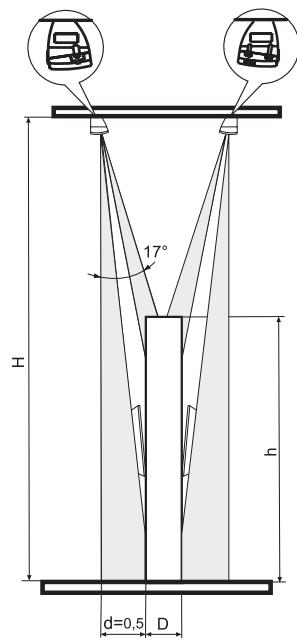
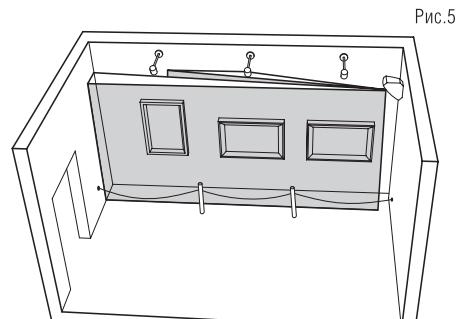

Рис.3
Рис.5
Для дневной охраны картин используются плоскости основания для крепления на потолок – верхняя (Рис.3) или боковые (Рис.5).
- учитывать, что зона обнаружения по цели «человек» превышает зону обнаружения цели «рука человека», поэтому для исключения ложных тревог использовать естественные или искусственные ограждения желаемой зоны обнаружения (Рис. 5).
При размещении ИС на стене, перпендикулярной охраняемой (Рис.5), высота установки может быть ниже 3 м и определяться высотой охраняемого предмета.
Для сужения зоны обнаружения в плоскости обнаружения (в горизонтальной плоскости) ИС устанавливается вертикальной стенкой основания не к плоскости картины, а разворачивается на 180° (см. Рис.3 и 5).
Если картина вывешена не на стене, а на ограниченной по высоте тумбе (см. рис.3), установленной внутри зала, то необходимо выполнение требований Таблицы 1, что соответствует соотношению $D_{\min} = (\lg(17^\circ) * (H-h)) / d$ при $d=0.5$ м. Здесь d – желаемая глубина зоны обнаружения, H – высота потолка, h – высота тумбы, D_{\min} – минимально допустимая глубина тумбы.